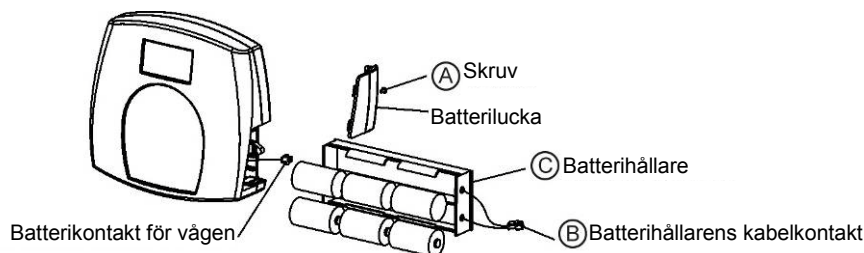

Bild 3 - Batterier
2. Sätt i batterierna i batterihållaren (se under "Batterier" i bild 3 nedan).
2. Avlägsna batteriluckan från displayenheten – se bild 3 (A) ovan.
3. Koppla bort batterihållarens kabelkontakt från batteriet (B).
4. Ta försiktigt bort batterihållaren (C) genom att dra ut den ur displayenheten.
6. Skjut försiktigt in batterihållaren (C) i displayenheten.
7. Anslut batterihållarens kabelkontakt till batteriet (B).
8. Sätt tillbaka batteriluckan på displayenheten och fäst med skruven (A).